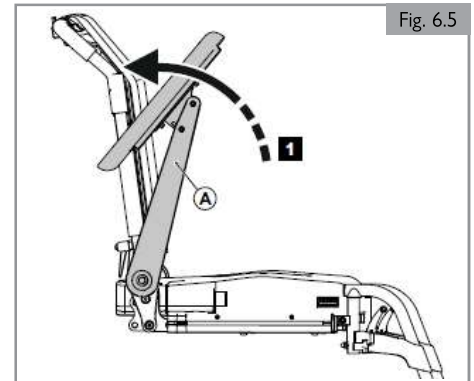

Fig. 6.5
**Abata el reposabrazos hacia atrás (Fig. 6.5)**
1. Pliegue (A) hacia la parte trasera.